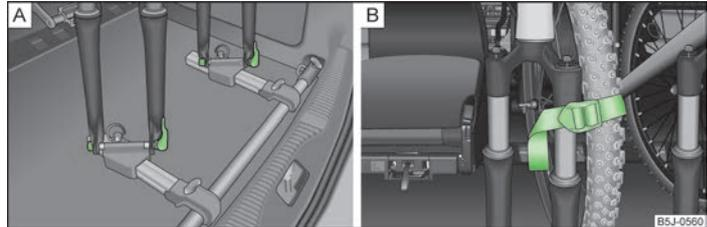

Abb. 55 Fahrrad einsetzen / Befestigungsbeispiel des Vorderrads
- Die Fahrradgabel auf die Befestigungsachse aufsetzen und mit dem Schnellspanner festziehen » Abb. 55 - **A**.
- Das abgebaute Vorderrad am besten zwischen der Kurbel des linken Pedals und dem Fahrradrahmen verstauen und mit einem Gurt an der Vorgabel » Abb. 55 - **B** bzw. an einem der Befestigungselemente befestigen.